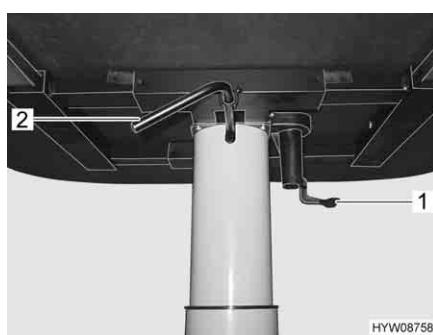

Fig. 89 Regolazione del tavolo rialzabile
- Tirare verso il basso la leva di serraggio (Fig. 89,1).
- Ruotare la leva (Fig. 89,2) che si trova sotto il piano del tavolo verso il basso. Il meccanismo di sollevamento nel piede del tavolo viene sbloccato.
- Ruotare la leva (Fig. 89,2) che si trova sotto il piano del tavolo verso il basso. Il piano del tavolo va automaticamente verso l'alto fino al fine corsa.